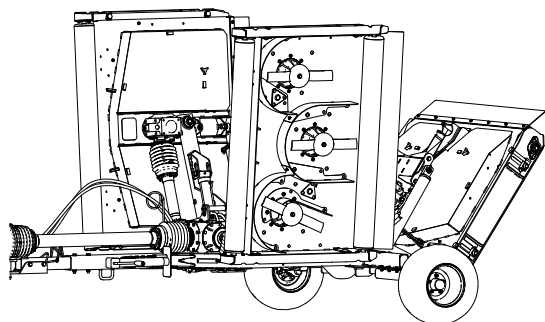

Figura 63
2. Sollevare e fissare i piatti di taglio, spegnere il motore e togliere la chiave (**Figura 63**).